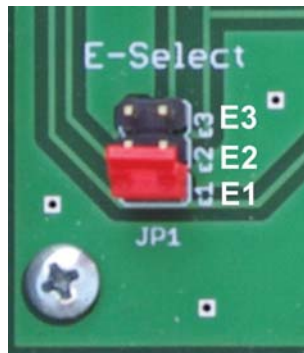

Abb. 4 Auswahl des Erlaubnissignals mit Jumper JP1.
Die OE-Eingänge der Multiplexer müssen mit einem externen Erlaubnissignal (E-Signal) verbunden sein. Als Erlaubnissignale können drei der acht Steuersignale des E-A-Anschlusses (2) verwendet werden (E1, E2, E3). Eines dieser Signale ist durch Setzen des Jumpers JP1 auszuwählen (Abb. 4). Es können maximal drei Module an ein Interface aus Datenbus und Auswahl- oder Steuersignalen angeschlossen werden. Auf jedem Modul muss ein anderes E-Signal ausgewählt werden.